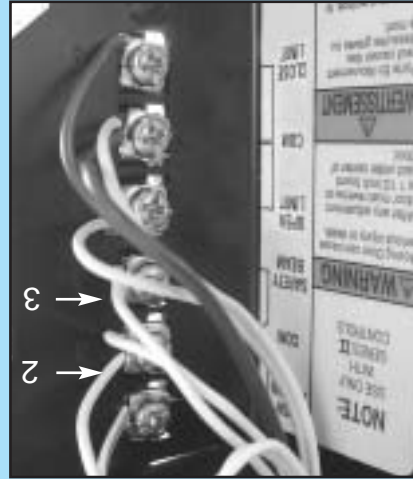

FIG. 3-8 Connexion à la tête motorisée.
- Les STB sont connectés aux bornes 2 et 3 sur la tête motorisée (Fig. 3-8)
- Los del STB están conectados a los terminales #2 y #3 en la caja de control (Fig. 3-8).